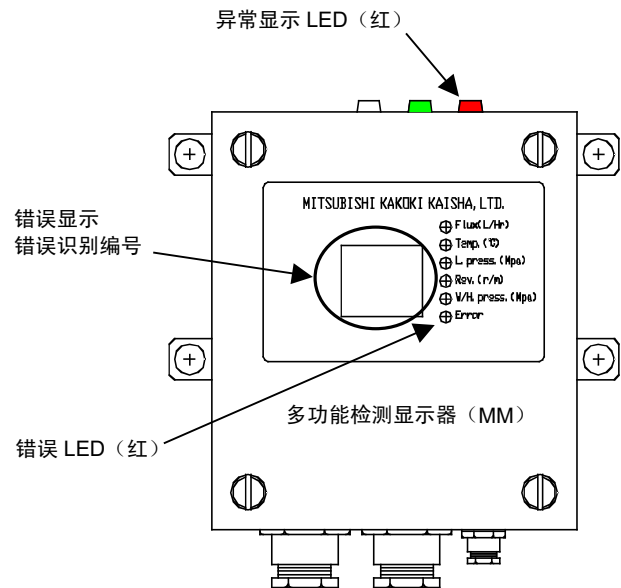

图 6-14
• 旋转传感器的安装位置是否良好？（图 6-14）	调整安装位置。
• 控制盘的保险丝烧断。（图 6-14）	检查、更换保险丝。